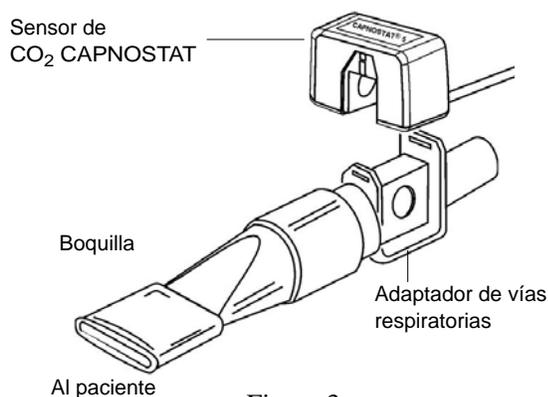

Figura 3
- b. Presione el sensor y el adaptador de vías respiratorias hasta que encajen (consulte la Figura 3).